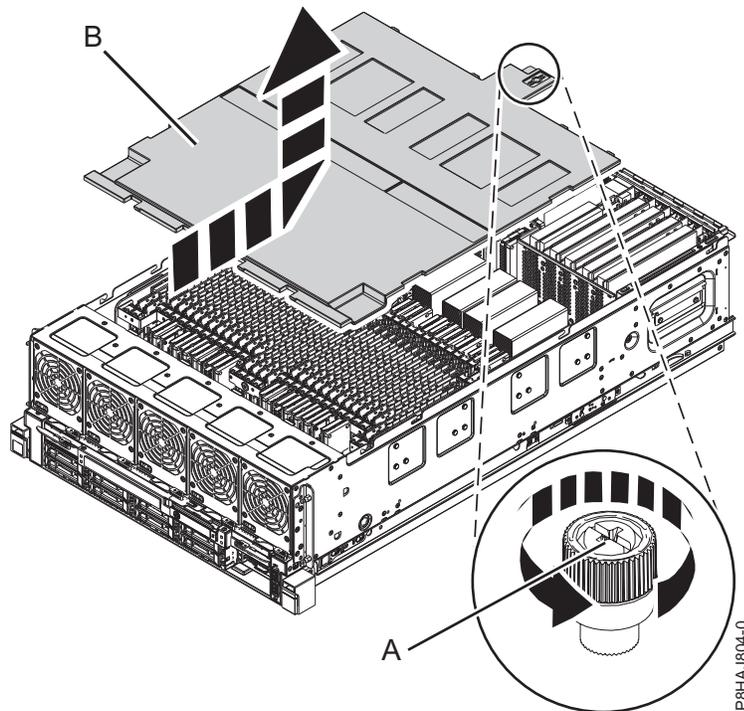

Figura 41. Removendo a tampa de segurança
2. Solte o parafuso (A) localizado na parte traseira da tampa ao girá-lo na direção mostrada em Figura 41 na página 51.
3. Deslize a tampa de segurança (B) em direção à parte traseira do sistema. Quando a parte frontal da tampa desobstruir a borda do quadro superior, erga a tampa para fora do sistema.